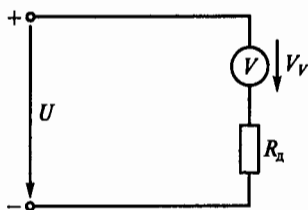

Рис. 167
**5.28.Р.** Шкала вольтметра от 0 до 100 В. Напряжение в цепи на рис. 167 может достигать 500 В. Сопротивление вольтметра 5 кОм. Каково добавочное сопротивление  $R_d$  вольтметра?